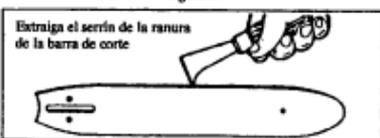

Figura 38
- Extraiga el serrín de la ranura de la barra de corte periódicamente con una espátula o alambre. Figura 38.